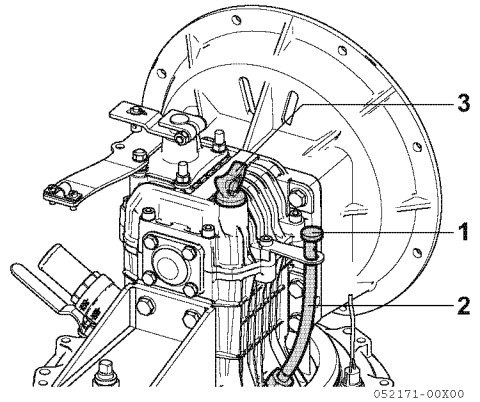
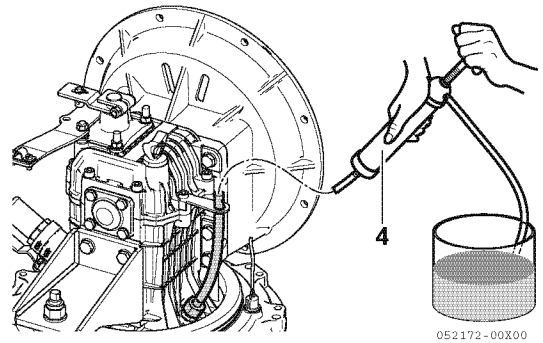

Abbildung 9
Abbildung 10
1. Zum Ölwechsel muss der Stopfen (1, **Abbildung 9**) vom Ölabsaugrohr (2, **Abbildung 9**) entfernt werden. Das Absaugen kann mit einer Handpumpe erfolgen (4, **Abbildung 10**).
2. Den Schlauch der Handpumpe (4, **Abbildung 10**) durch das Absaugrohr (2, **Abbildung 9**) schieben und die Flüssigkeit absaugen.
4. Den Ölmesstab (3, **Abbildung 9**) herausschrauben.
6. Den Ölmesstab einschrauben (3, **Abbildung 9**).